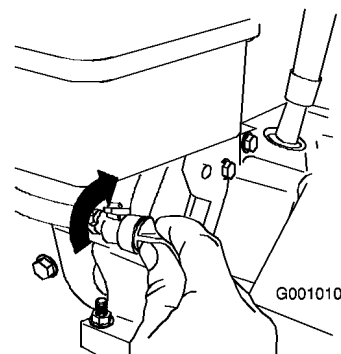

Figura 32
3. Girate la valvola d'intercettazione del carburante in senso orario per chiuderla (Figura 32).